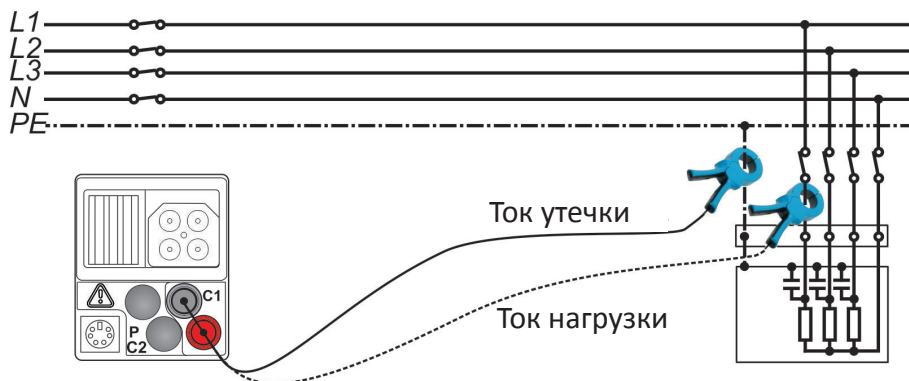

Рисунок 59
- Подключите токовые клещи к тестируемому элементу (см. Рисунок 59: Измерения тока утечки и тока нагрузки.)